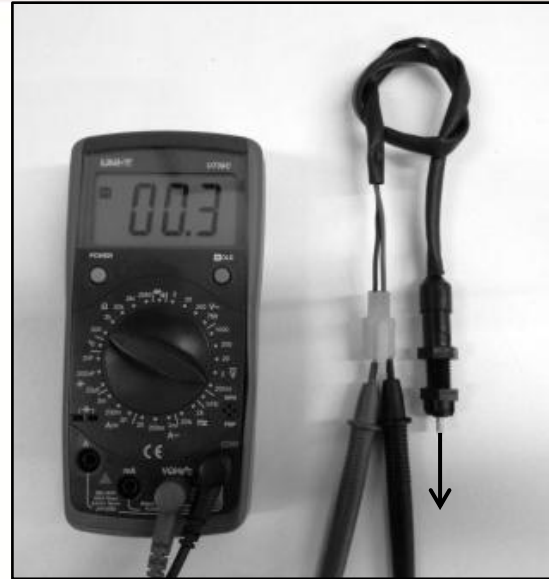

Fig.7.48
- Verifique que haya continuidad al accionar el Interruptor de stop. Fig.7.48.